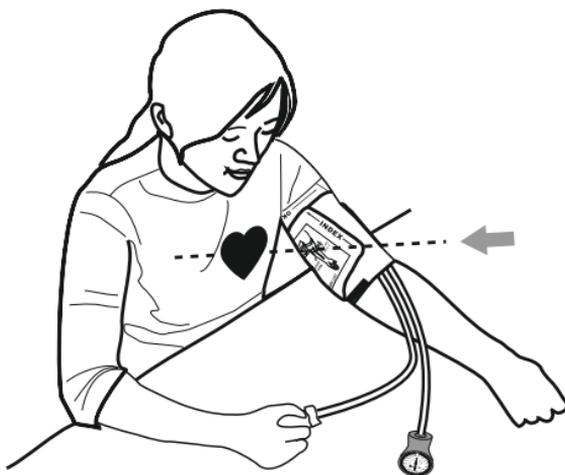

Рис. 2
2. Середина манжети, яка знаходиться на плечі, повинна розташовуватися на рівні серця. Якщо манжета знаходиться нижче рівня серця, використовуйте подушки і т.і. для того, щоб підібрати висоту положення руки. **Рис. 2**